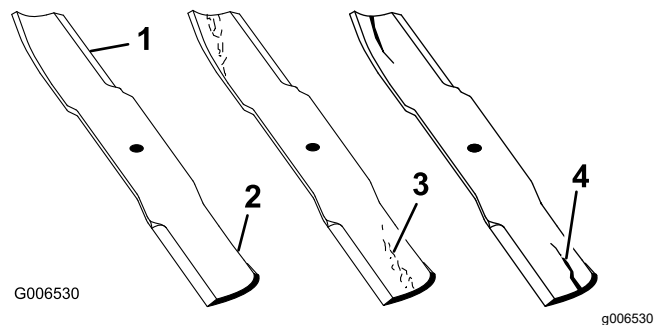

Figure 106
1. Examinez le tranchant des lames (Figure 106).
4. Remplacez immédiatement toute lame fendue, usée ou qui présente une entaille sur cette partie (Figure 106).